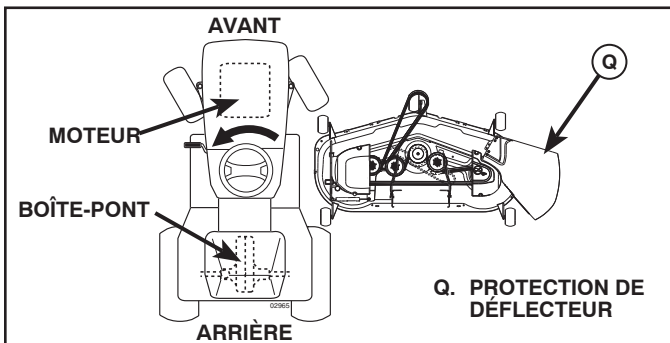

Fig. 26
3. TOURNER LE VOLANT DE DIRECTION À GAUCHE ET PLACER LA TONDEUSE (Voir la Fig. 26)
- Tourner le volant de direction à gauche aussi loin que possible et placer la tondeuse sur le côté droit du tracteur avec la protection de déflecteur (Q) à gauche.